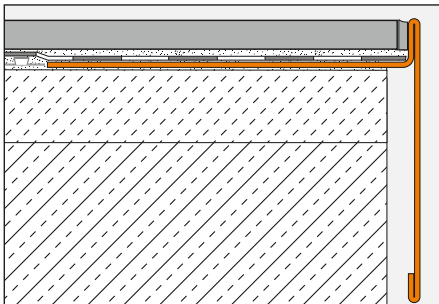
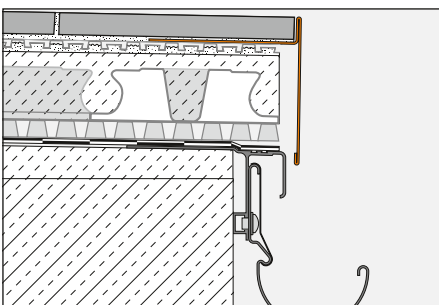

Fig. 4
Fig. 5
Procedimento para instalação fixa em combinação com revestimento de cerâmica com BARA-RT (Fig. 4 e 5)
2. O BARA-RT é embutido com a aba de fixação perfurada trapezoidal na aresta de betonilha (Fig. 4) ou na lâmina de drenagem Schlüter-DITRA-DRAIN previamente colocada (Fig. 5) na camada de contacto de cola fina e espalhada sobre toda a superfície.